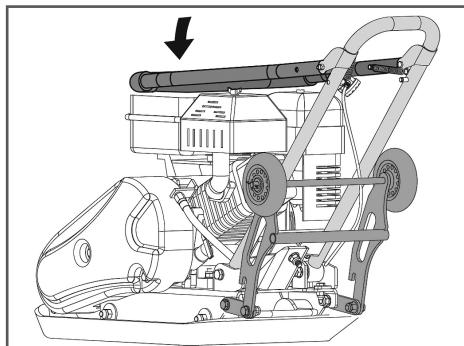

Рис. 30 Положение рабочей рукоятки и транспортировочной тележки при хранении
- Для экономии места при хранении виброплиты сложите рабочую рукоятку, как показано на Рис. 30.